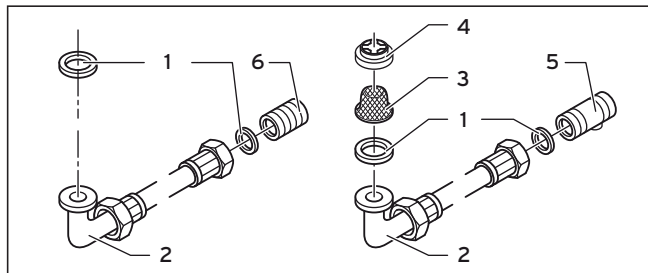

Fig. 5.1 Eléments de raccordement
- Placez le filtre à eau (3) et le limiteur de débit d'eau (4) dans le flexible de raccordement (2) comme le montre la fig. 5.1.